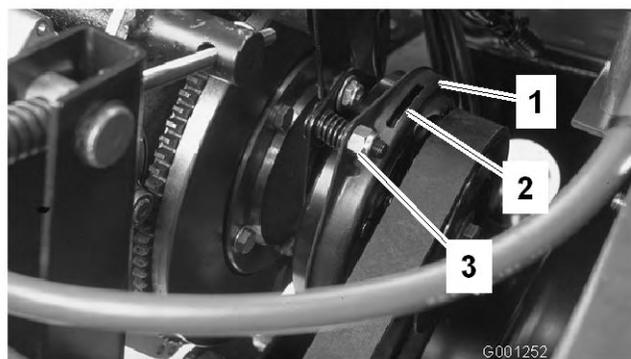

Figura 66
- Ajuste el entrehierro hasta que pueda deslizar una galga de 0,381 mm entre la guarnición del embrague y la placa de fricción con una ligera presión (Figura 66). El entrehierro puede reducirse girando la tuerca de ajuste en el sentido de las agujas del reloj (Figura 66). El entrehierro máximo es de 0,762 mm. Ajuste las tres distancias entre los electrodos.